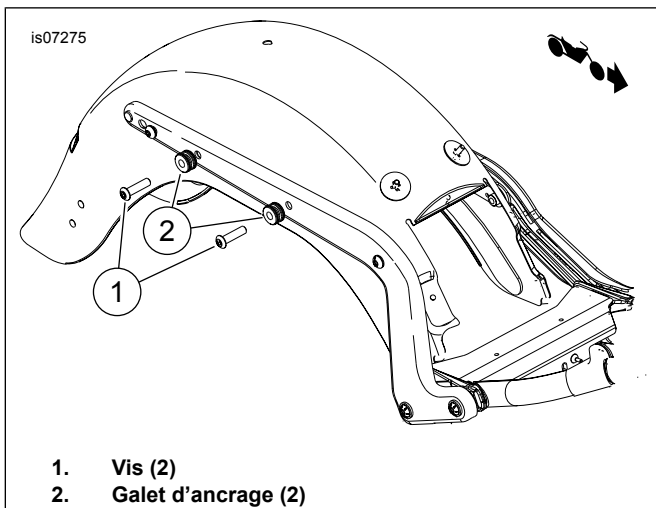

Figure 3. Installation des galets d'ancrage (sans les autres accessoires amovibles)
SANS autre accessoire amovible : Voir Figure 3. Introduire les vis (1) dans les galets d'ancrage mini (2). Installer les vis dans le support de montage de garde-boue (à l'intérieur du garde-boue). Serrer les vis à un couple de 28–36 N-m (21–27 ft-lbs).